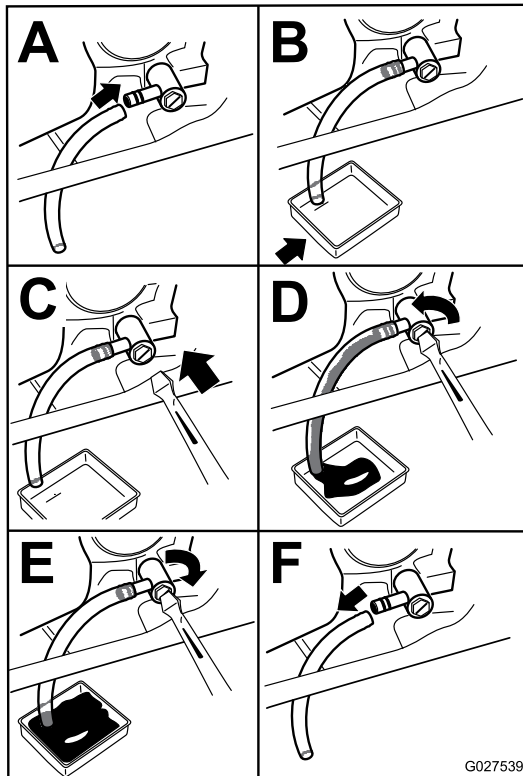

Bild 40
3. Stellen Sie vor dem Verlassen des Fahrersitzes den Motor ab, ziehen Sie den Schlüssel ab und warten Sie, bis alle rotierenden Teile zum Stillstand gekommen sind (Bild 40).